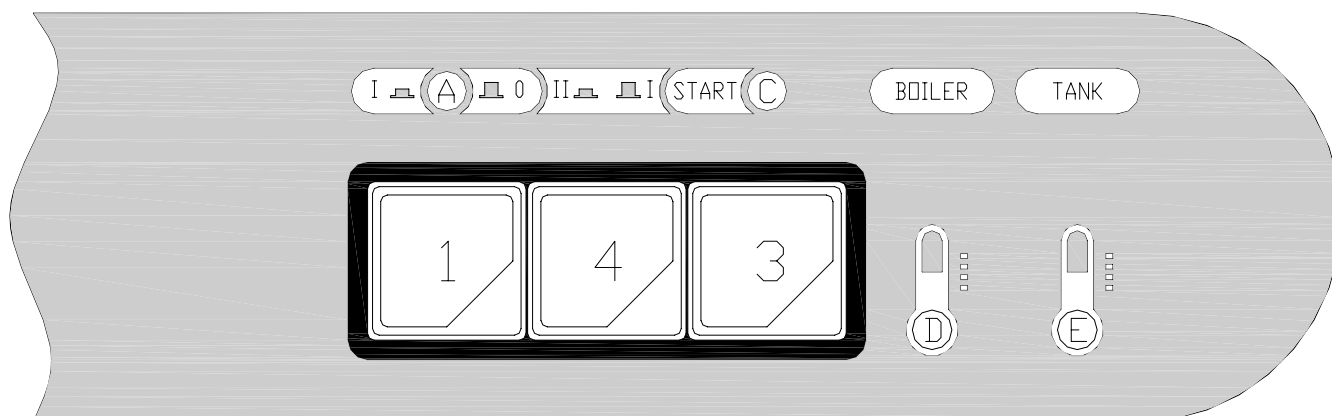

Fig. 3-2
- When the water intake cycle is complete, open the door (I) and add detergent (about 2 g. per litre of tank capacity). Position the full basket (L) and close the door (I). Select the appropriate washing cycle by pressing button (4) (short cycle (II) button pressed ÷ long cycle (I) button not pressed). Now press the START button (3) (at least for 2 seconds) and the wash cycle displayed by light (C) will start. When the cycle is over, this light goes out. To turn off the appliance, turn the switch (1) to (0). Light (A) indicates the appliance is off (Fig.3-2÷3-3).
- Nach erfolgter Füllung die Tür (I) öffnen und das Spülmittel einfüllen (ca. 2g/l Fassungsvermögen des Spülbehälters). Den gefüllten Geschirrkorb (L) einsetzen und die Tür (I) schließen. Das Programm durch Drücken des Druckknopfes (4) wählen (kurzer Spülgang (II) Taste gedrückt ÷ langer Spülgang (I) Taste losgelassen). Nun die START-Taste (3) mindestens 2 Sekunden lang drücken, und das Spülprogramm beginnt, die Kontrollampe (C) leuchtet auf und am Programmende erlischt die Kontrollampe. Um das Gerät auszuschalten, muß der Schalter (1) auf die Position (0) gestellt werden, die Kontrollampe (A) erlischt. (Bild.3-2÷3-4).
- Após o enchimento abrir a porta (I) e adicionar o sabão (cerca de 2 gramas para cada litro de capacidade da máquina). Colocar o cesto (L) cheio com a louça e fechar a porta (I). Selecionar o ciclo de lavagem apertando o botão (4) (ciclo breve (II) tecla acionada ÷ ciclo longo (I) tecla desligada). A partir deste ponto, acionar o botão START (3) (pelo menos por 2 segundos) e iniciar o ciclo de lavagem, cujo funcionamento será indicado pela luz (C); ao final do ciclo a luz anteriormente indicada se apagará. Para desligar a máquina basta acionar o interruptor (1) até a posição 0 e assim a luz (A) se apagará (Fig.3-2÷3-4).